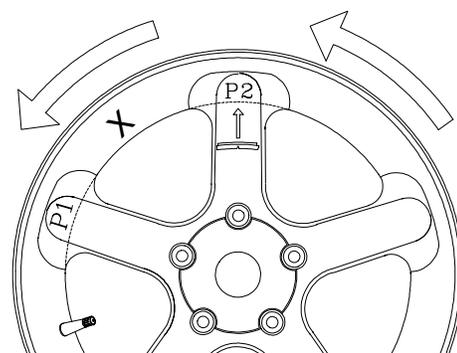

Figure 35
7. L'afficheur indique "SPO 2". Localiser le deuxième rayon le plus proche du centre supérieur et faire tourner la roue dans la position du centre supérieur, appuyer sur le bouton F de nouveau pour mémoriser la position. Voir Figure 35.